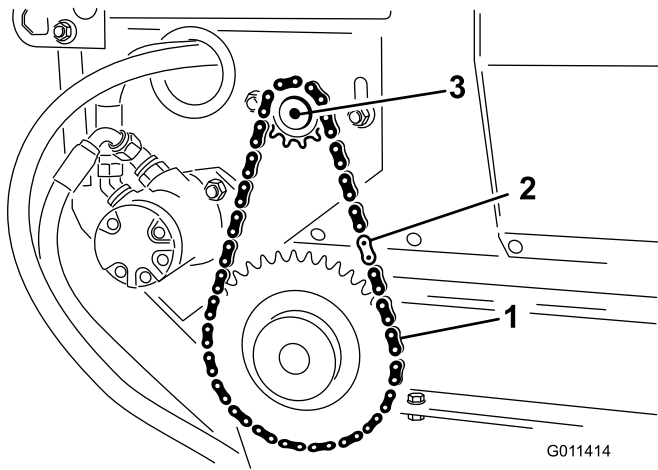

Figura 30
2. Rimuovete il collegamento principale dalla catena e la catena dalla ruota piccola (Figura 30).